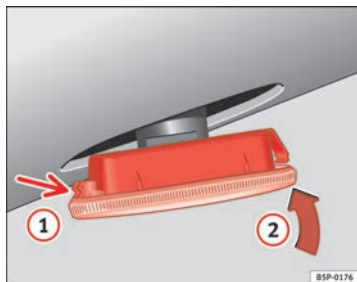

Fig. 191 Intermitente lateral
- Coloque el intermitente en primer lugar en el orificio de la carrocería, encajando las pestañas ⇒ fig. 191, flecha ①.
- Encaje la lámpara como indica la flecha ② ⇒ fig. 191. ■